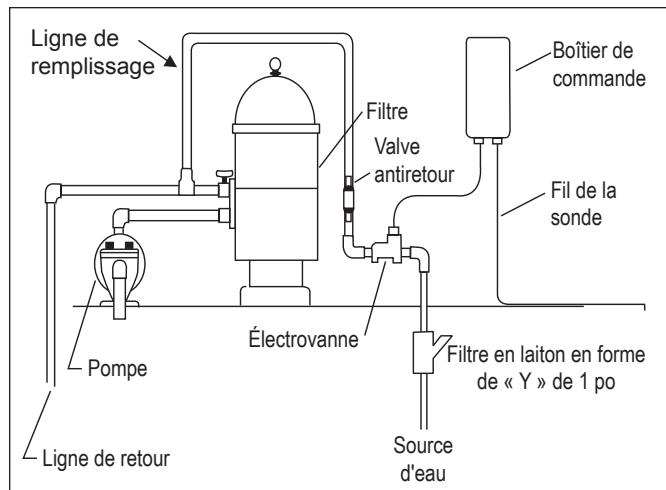

Figure 1. Installation K-1100 or LEV110CK/2G
1. Fixez le boîtier de commande contre le mur près de la pompe et du filtre. Voir la Figure 1.